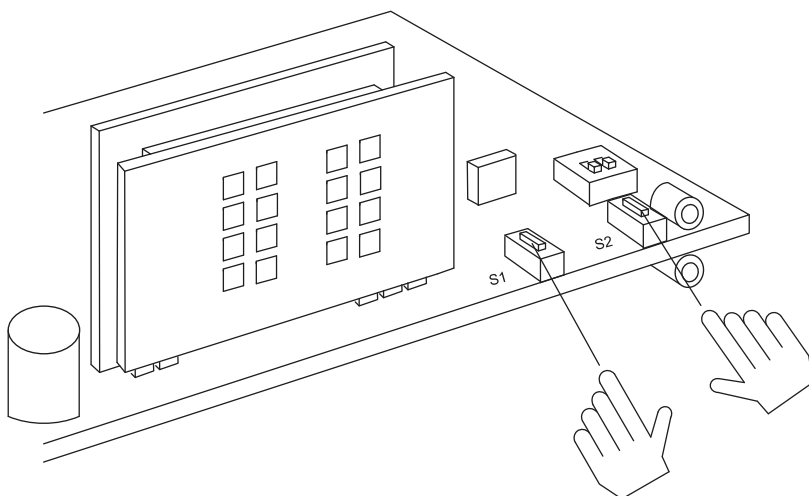

Рис. 10
2. Кратковременно нажмите кнопки S1 и S2 одновременно, чтобы войти в режим программирования (рис. 10).